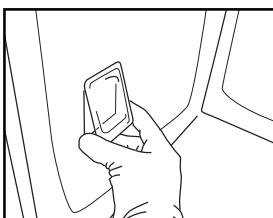

Fig.9
5. Reposez le cache de l'ampoule en l'enfonçant jusqu'à ce qu'il s'enclenche (Fig. 9).